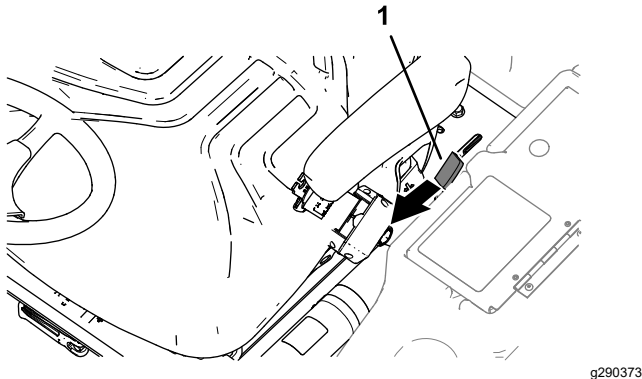

Figura 40
1. Mova o manípulo de fecho da plataforma (Figura 40) em direção à parte frontal da máquina até que o fecho claramente encaixe na barra de bloqueio.